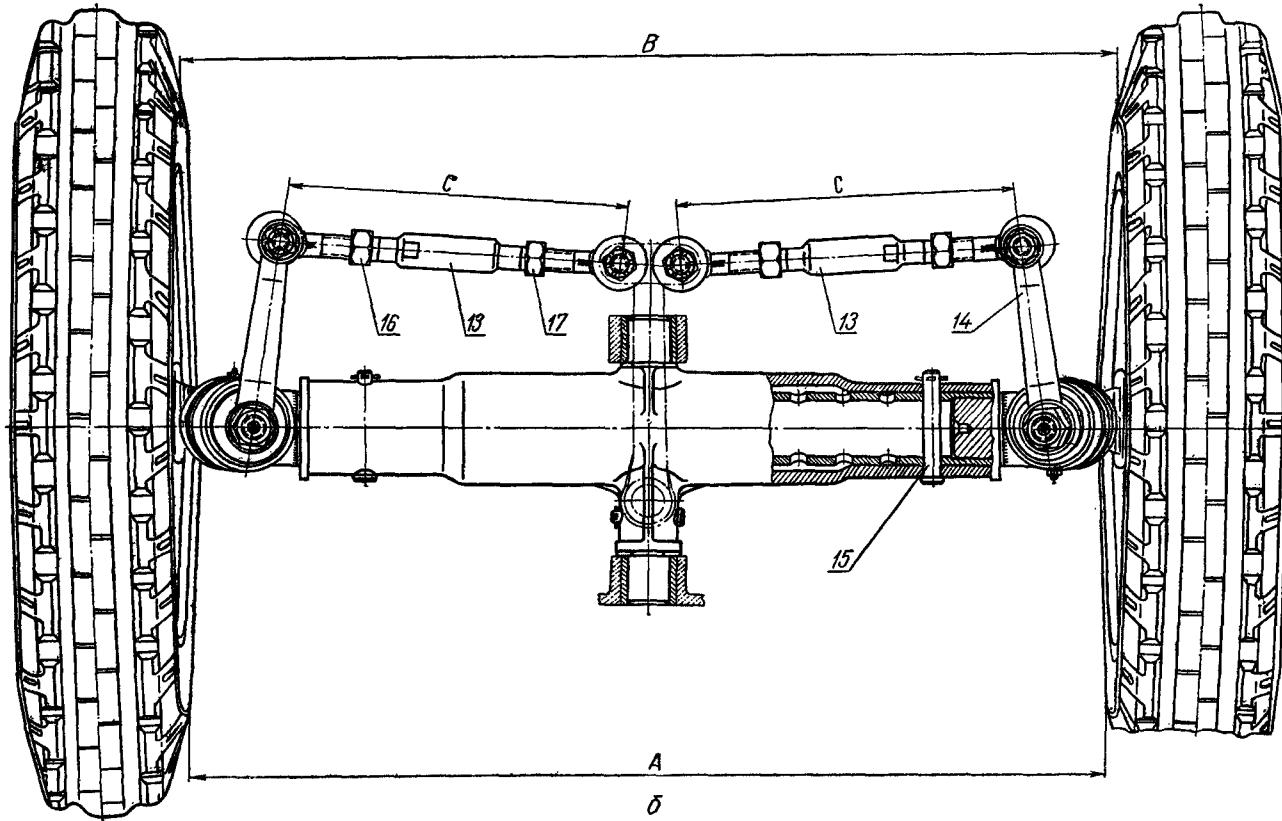
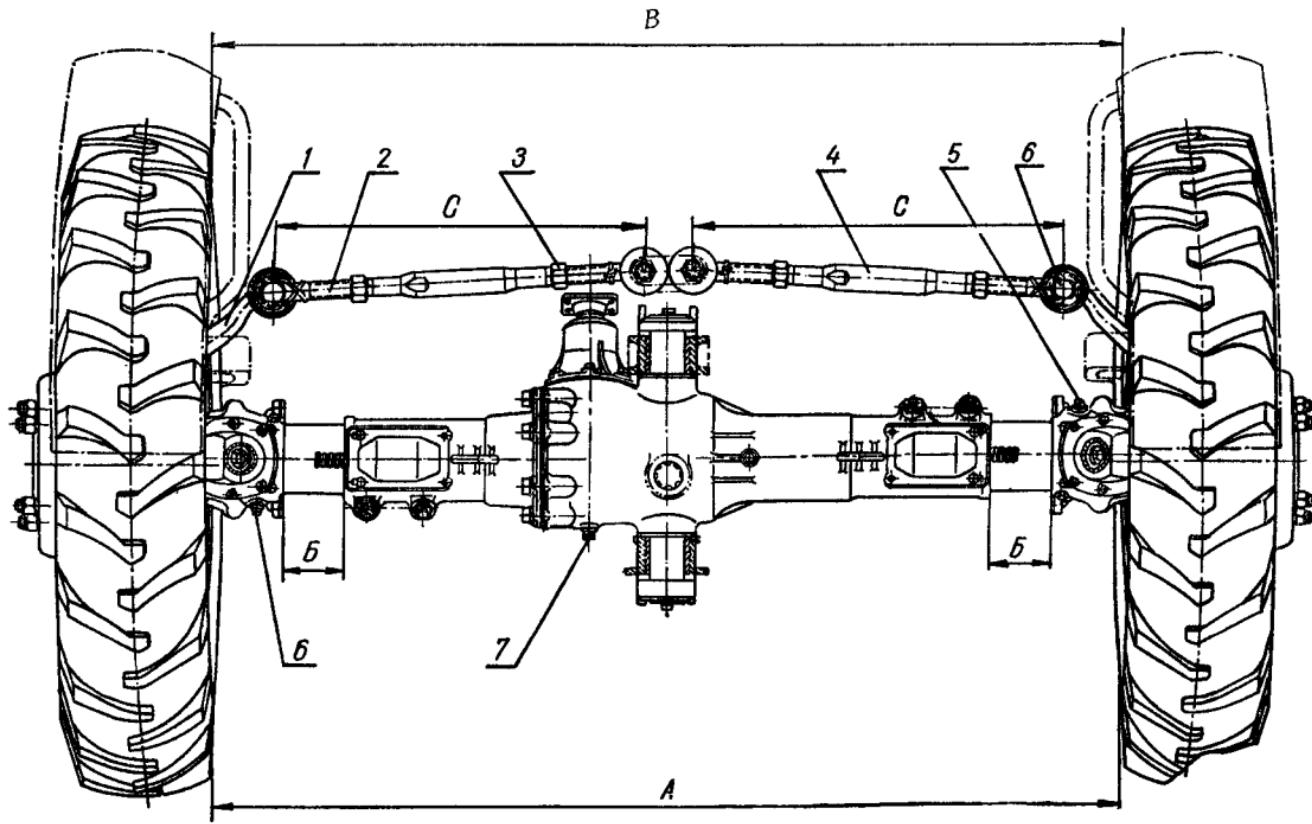

Рис. 51. Передняя ось трактора:
Рис. 56. Определение сходимости передних колес трактора МТЗ-82 и МТЗ-82Л:
Уход за передней осью (рис. 51) заключается в периодической смазке, наблюдении за затяжкой резьбовых соединений, а также в проверке и регулировке шарниров рулевых тяг.
2. Ослабьте болты 5 (рис. 51), выньте пальцы 15 крепления выдвижных кулаков в трубе передней оси.
Периодически (через каждые 240 часов работы трактора МТЗ-82 и через 960 часов работы трактора МТЗ-80, а также при каждом изменении колеи передних колес) проверяйте и при необходимости регулируйте сходимость колес (рис. 56). Перед проверкой сходимости обязательно проверьте и при необходимости отрегулируйте зазоры в подшипниках колес и шарнирах рулевых тяг, как указано выше. Для проверки сходимости установите трактор для прямолинейного движения (колеса и сошка параллельны оси трактора), длина левой и правой рулевых тяг, определяемая расстоянием между шаровыми пальцами С, должна быть одинаковой, а корпусы конических пар или поворотные кулаки выдвинуты на одинаковую длину Б соответственно из корпуса и крышки переднего моста и передней оси.
Для регулировки сходимости колес отпускают контргайки *16* и *17* (рис. 51) или *3* и *8* (рис. 56) у рулевых тяг и, вращая левые и правые трубы тяг, укорачивают или удлиняют их на одинаковую величину. Затем снова проверяют разность размеров *B* и *A*.